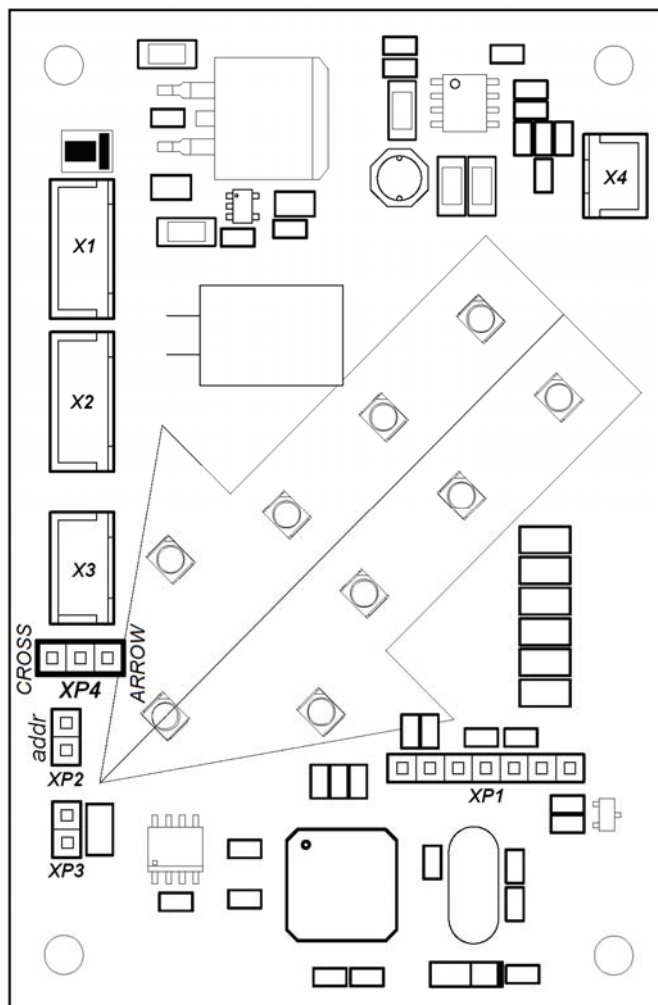

Рисунок 22. Внешний вид платы индикации прохода
26. Установите на свои места передние панели боковых стоек (8) (разд. 8.8.2). После установки проверьте, чтобы верхний край установленной передней панели находился на одном уровне с корпусом турникета. Панели с торцевым блоком индикации устанавливаются с того края секций, где находятся блоки индикации крышки турникета, при этом необходимо вынуть соединительный кабель из верхнего короба турникета и подсоединить его к торцевому блоку индикации на передней панели.
27. При необходимости изменить тип индикации на торцевых блоках передних панелей на «красный крест» переставьте перемычку ХР4 в блоке индикации крышки данной секции (см. разд. 5.2.2, 8.8.3, расположение перемычки показано на рис. 22).
Для доступа к блоку индикации крышки турникета (11) необходимо предварительно снять с секции крышку стеклянную (10) (разд. 8.8.7). В блоке индикации под рассеивающей пластиной находится плата индикации прохода (рис. 22).
Для демонтажа блока индикации (например, с целью установки считывателя) после снятия светорассеивающей пластины отсоедините на плате индикации прохода кабели от разъемов **X1**, **X2**, **X3** (см. рис. 22) и торцевым ключом S5 открутите четыре стойки, крепящие блок индикации к верхнему коробу.